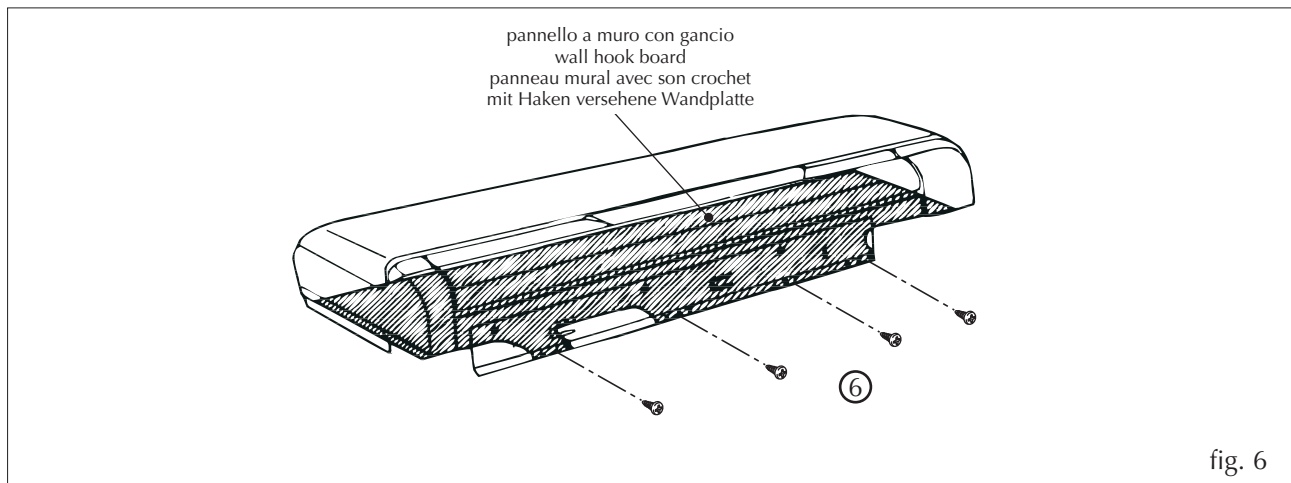

fig. 6
- Allentare le quattro viti a croce fissate e togliere il pannello a muro con gancio (Figure 6- ⑥).
- b) L'unità FCW consente 6 possibilità di collegamento (fig. 6).
- To loosen four fixed cross screw and take off wall hook board (Figure 6- ⑥).
- b) The FCW unit is designed with 6 connection configuration options (fig. 6).